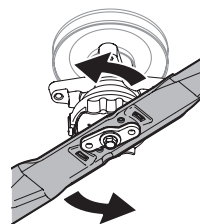

Figure 4
4. Tout en maintenant la bague de verrouillage vers le haut, tournez la lame vers la gauche pour la dégager de la bague. Voir Figure 4.